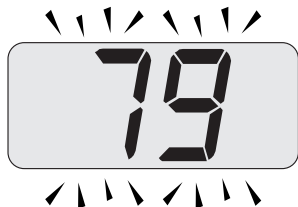

Figura 5.31
- Utilizzando i tasti 17 o 18 è possibile modificare il valore del parametro 01 (Figura 5.31).
- Premendo il tasto 16 (Figura 5.31) si ottiene la conferma del valore inserito.